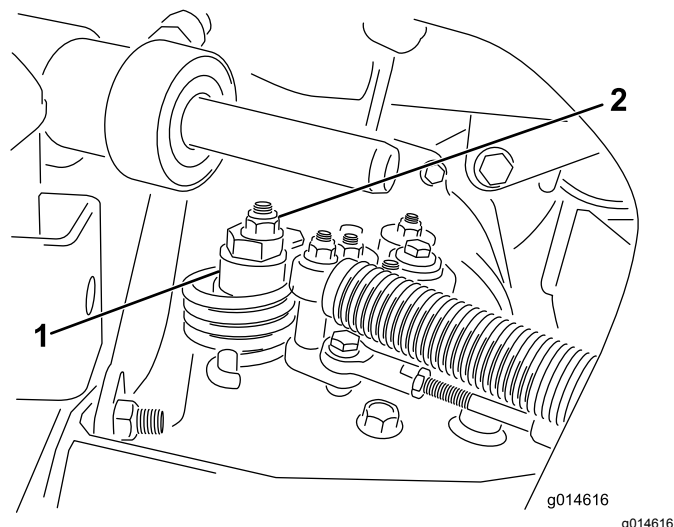

Figure 38
A. Desserrez l'écrou de fixation de l'excentrique en haut de l'hydrostat (Figure 38).
- C. Tournez l'excentrique jusqu'à ce que la roue ne tourne plus dans aucune direction. Lorsque la route arrête de tourner, serrez l'écrou pour bloquer l'excentrique et le réglage (Figure 38). Vérifiez le réglage avec la commande d'accélérateur en position BAS RÉGIME, puis HAUT RÉGIME.